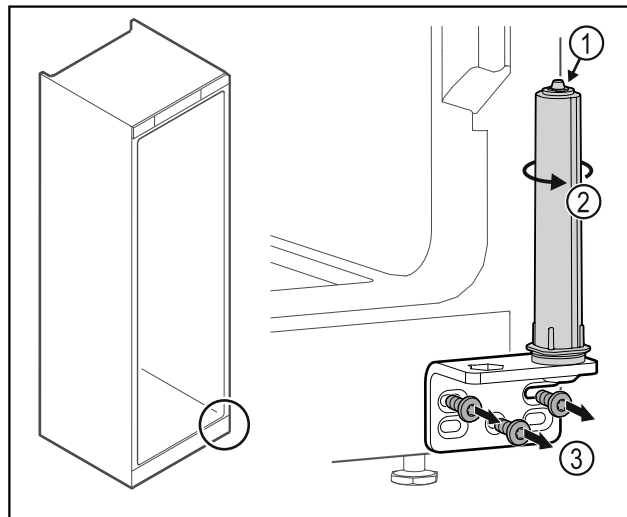

Fig. 38
- ▶ Ne szedje szét az ajtó zárrendszert Fig. 38 (1).
- ▶ Forgassa el a zárrendszert Fig. 38 (2), amíg az be nem kattann.
- ▶ Csavarozza le a csuklópántot Fig. 38 (3).